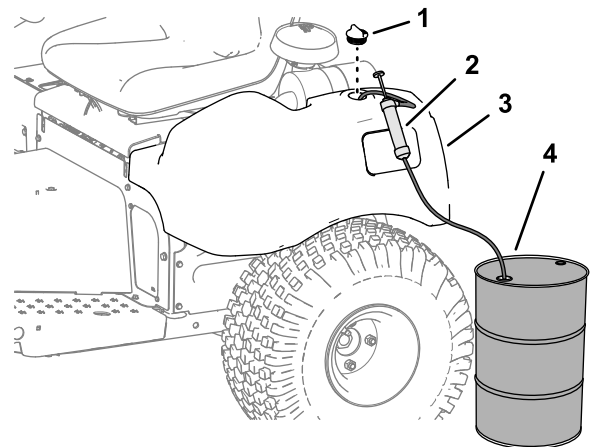

Figura 43
1. Retire el tapón del depósito hidráulico (Figura 43).
2. Bombear el fluido hidráulico del depósito hidráulico (Figura 43).